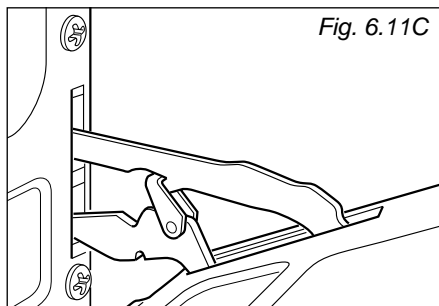

Fig. 6.11C
- Cierre con suavidad la puerta y extraiga el pasador inferior de su alojamiento (Fig. 6.11C).